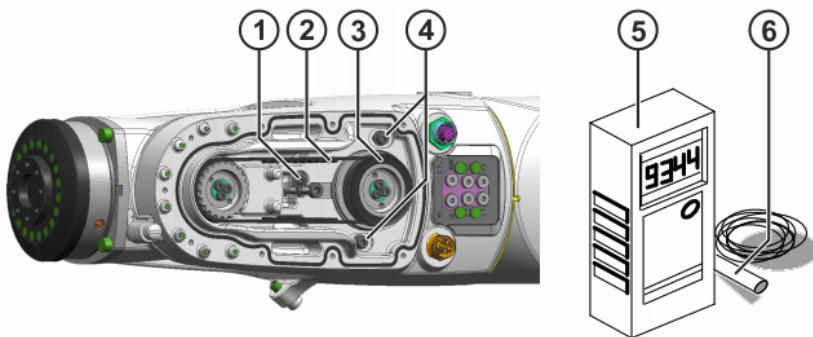

Abb. 8-12: Zahnrämenspannung A5 messen und Frequenzmessgerät (Beispiel)
2. Frequenzmessgerät in Betrieb nehmen (>>> Abb. 8-12).